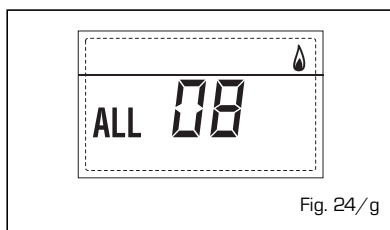

Fig. 24/g
**- ANOMALIA CIRCULAÇÃO ÁGUA "ALL 09" (fig. 24/h)**